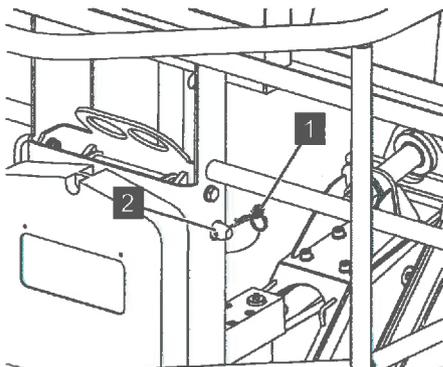

Abb. 77: Befestigungsbolzen sichern
11. Befestigungsbolzen (Abb. 77/2) mit dem Federsplint (Abb. 77/1) sichern.